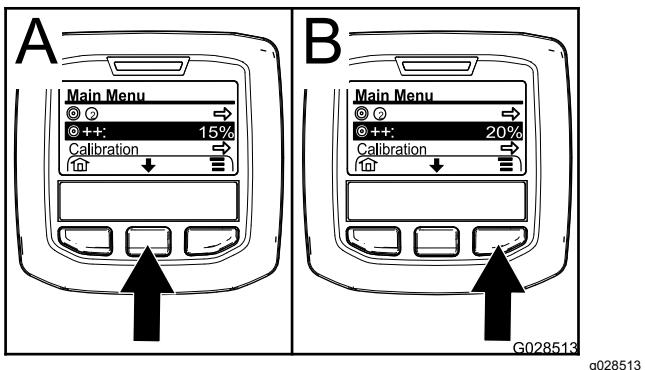

Figure 67
2. Si nécessaire, appuyez sur le bouton de sélection central pour mettre en surbrillance l'option d'intensification du débit d'application (Figure 67).
Remarque: L'icône d'intensification du débit d'application se compose de 2 signes + situés à droite d'une cible (Figure 67).
3. Appuyez sur le bouton de sélection droit (Figure 67) pour augmenter le pourcentage d'intensification par paliers de 5 % (20 % maximum).